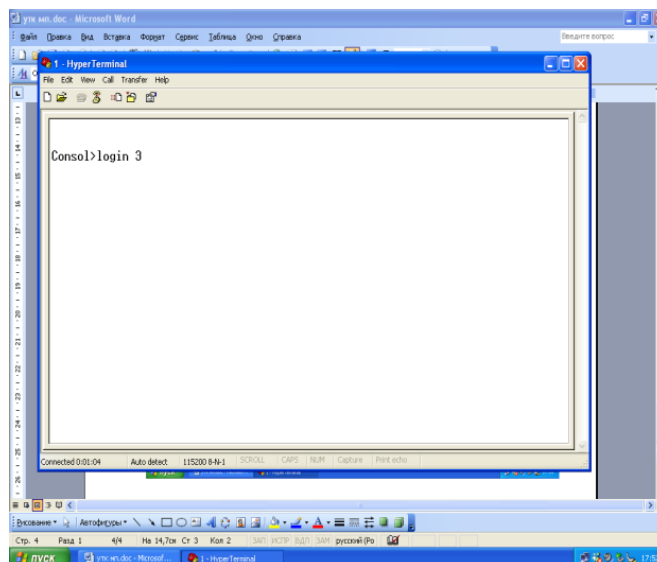

Рис. 8
- в) ввести *login 3*, нажать *Enter* (рис. 8).